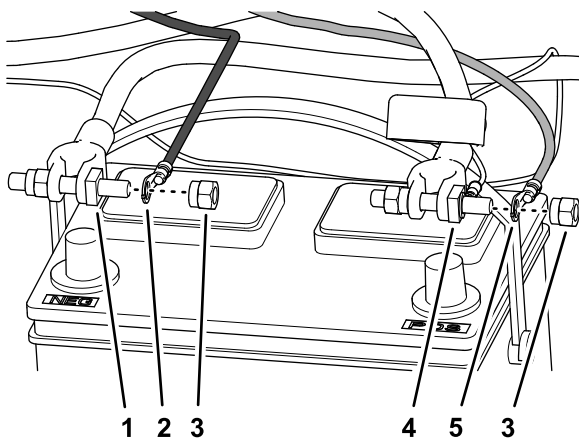

Figure 13
2. Avec un écrou de collier, assemblez la cosse en anneau du faisceau électrique du câble marqué BATTERY (-) sur le boulon de collier du câble négatif de la batterie (Figure 13).
3. Avec un écrou de collier, assemblez la cosse en anneau du faisceau électrique du câble marqué BATTERY (+) sur le boulon de collier du câble positif de la batterie (Figure 13).